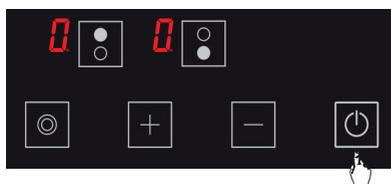

Figure 5
1.  Allumez la cuisinière en appuyant sur le bouton. (Voir Fig. 5)